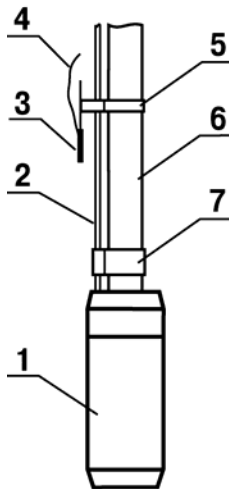

Рисунок 5.1
5.6 Монтаж датчика сухого хода (только для скважинного насоса). Датчик устанавливается на водоподъемную трубу на высоте 1 м. от насоса. В качестве проводника используется провод сечением  $1,5 - 2,5 \text{ мм}^2$ . В качестве второго проводника используется водоподъемная труба (см. рисунок 5.1).